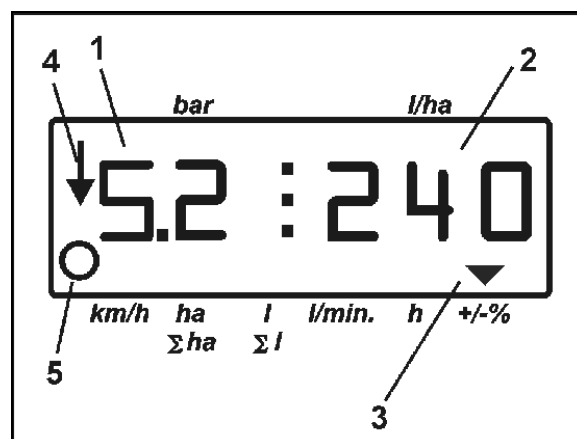

Fig. 13
- L'écran de travail s'affiche au cours de la pulvérisation. Fig. 13/...
- o Pression de pulvérisation (1)
- o Débit instantané (2)
- o La machine en position de travail (4) (vannes de tronçonnement activées, vitesse d'avancement)
- o La machine parcourt une distance (5)